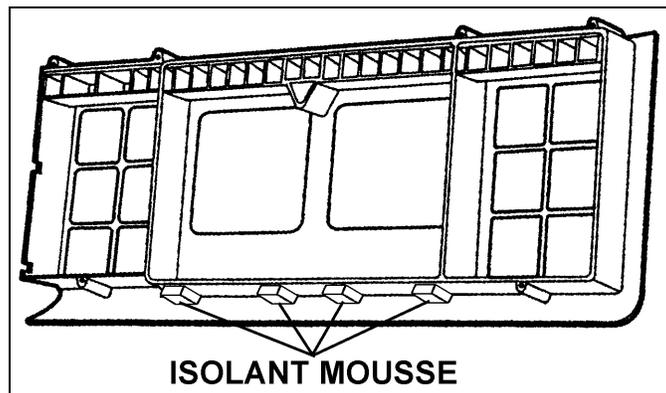

FIGURE 4 : INSTALLATION DU RUBAN EN ISOLANT MOUSSE
13. Couper le ruban d'isolant mousse (Prévost #506007) en 4 parties et les appliquer sur le boîtier du panneau des instruments de bord (voir la figure 4).